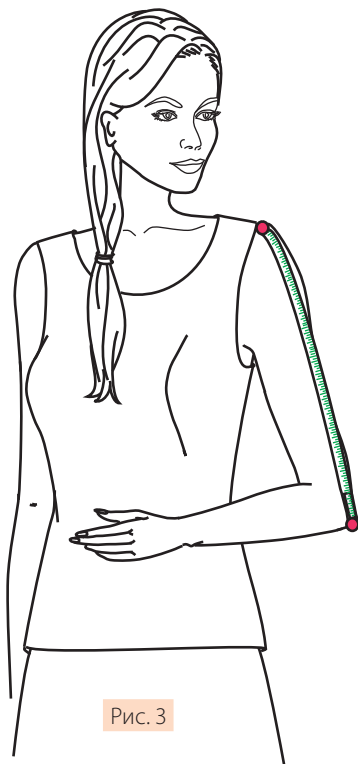

Рис. 3
- 1) высота локтя (рис. 3);
Длина руки до локтя измеряется на согнутой руке от плечевой кости (acromion) до начала локтевой кости (cubitus, рис. 3).